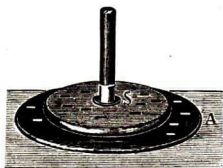

Abb. 307. Der Elektrophor
1. Der Elektrophor besteht aus zwei Teilen: a) aus dem **Kuchen A** (meist einer dünnen Hartgummischeibe) und b) aus dem **Schild S** (einer runden Metallscheibe an einem isolierenden Griff) (Abb. 307).